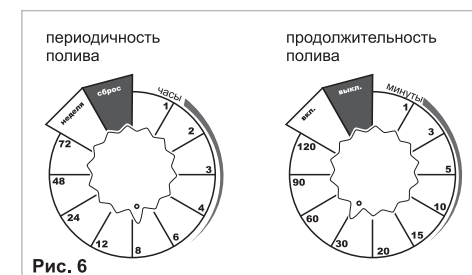

Рис. 6
2. Настройте периодичность полива от 1 часа до 7 дней\* (см. Рис. 6).
3. Настройте продолжительность полива от 1 до 120 минут (см. Рис.6).